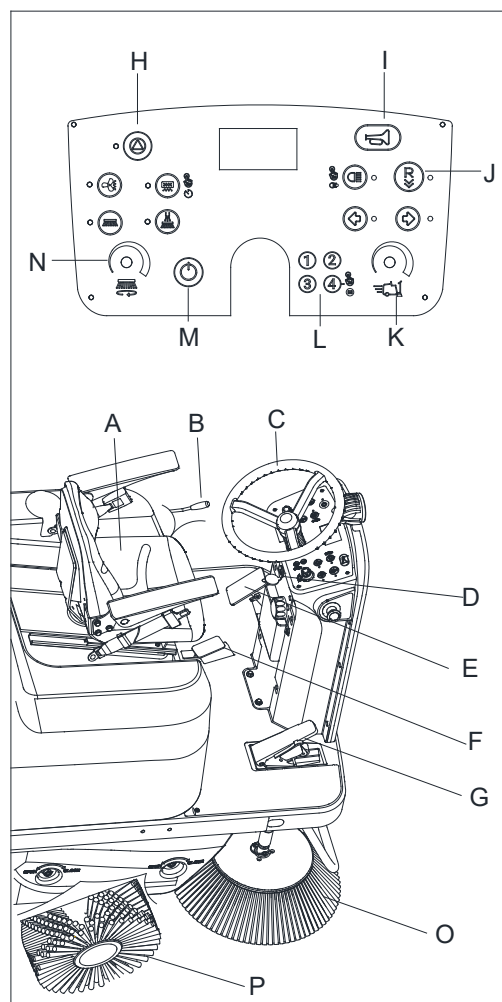

Figure 8
1. S'asseoir sur le siège du conducteur (A, figure 8) et régler sa position à l'aide du levier (C, figure 8) de manière à accéder facilement à toutes les commandes.
2. Appuyer sur le bouton d'alimentation (M, figure 8). Contrôler le niveau de la batterie sur l'écran. Si nécessaire, charger la batterie (se reporter au chapitre d'entretien).
3. Utiliser le clavier à 4 chiffres (L, figure 8) pour saisir le mot de passe. Le mot de passe par défaut est 1234.
4. Une fois la connexion réussie, relâcher le frein (E, figure 8), appuyer sur la pédale d'accélérateur (G, figure 8) et conduire la machine jusqu'à la zone de travail.
5. Appuyer sur le bouton de démarrage (H, figure 8) pour activer le mode de nettoyage. Les brosses latérales et la brosse principale s'abaissent automatiquement au sol et le ventilateur anti-poussière se met en marche.
6. Appuyer sur la pédale d'accélérateur (G, figure 8) et diriger la machine en maintenant le volant (C, figure 8) tout en appuyant sur le bouton de marche arrière (J, figure 8) pour faire avancer ou reculer la machine. Régler la vitesse de conduite à l'aide du cadran de vitesse de la machine (K, figure 8).
7. Régler la vitesse de la brosse latérale à l'aide du cadran de vitesse de la brosse latérale (N, figure 8) et en fonction des exigences de nettoyage.
8. Lorsque la machine est allumée, on peut charger des appareils tels qu'un téléphone ou un pad via le port de charge USB (D, figure 8).
9. Appuyer sur le bouton du klaxon (I, figure 8) pour avertir les gens en cas de besoin.
Le système d'aspiration de la machine ne fonctionnera que lorsque la brosse principale sera abaissée. La brosse principale et les brosses latérales (P et O, figure 8) peuvent être soulevées et abaissées tandis que la machine tourne. Les brosses principales et latérales ne tournent pas lorsqu'elles sont soulevées.
10. Commencer le balayage en tournant le volant (C, figure 8) et en faisant avancer la machine avec la pédale d'accélérateur (G, figure 8).
11. Relâcher la pédale d'accélérateur (G, figure 8) pour interrompre le mouvement.
12. Appuyer sur le bouton de démarrage (H, figure 8) pour éteindre la brosse principale, la brosse latérale et le ventilateur anti-poussière. La brosse principale et les brosses latérales sont automatiquement soulevées du sol. Le système de ventilateur anti-poussière est désactivé après quelques secondes.
4. Pour capter la lumière et les déchets encombrants, soulever la lame avant en appuyant sur la pédale du volet (F, figure 8) ; tenir compte du fait que la capacité d'aspiration de la machine est réduite lorsque la lame avant est soulevée.